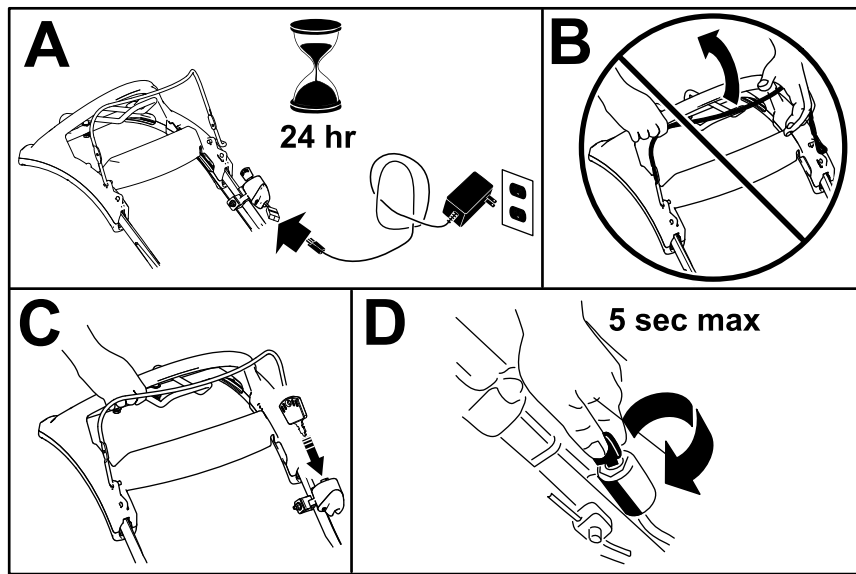

Bild 15
1. Laden Sie den Akku 24 Stunden lang auf, bevor Sie das Gerät zum ersten Mal benutzen (A in Bild 15).
Wichtig: Versuchen Sie nicht den Motor bei eingekuppeltem Schaltbügel anzulassen; sonst kann die Sicherung durchbrennen (B in Bild 15).
2. Stecken Sie den Zündschlüssel in die Zündung (C in Bild 15).
3. Drehen und halten Sie den Zündschlüssel auf die Anlass-Stellung, wenn der Motor startet, lassen Sie den Schlüssel los (D in Bild 15).